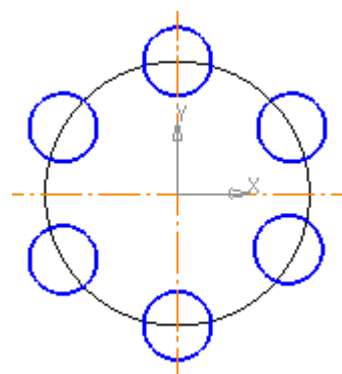

Рис.9
- эскиз отверстий облегчения в плоскости диска колеса. Рис.9)